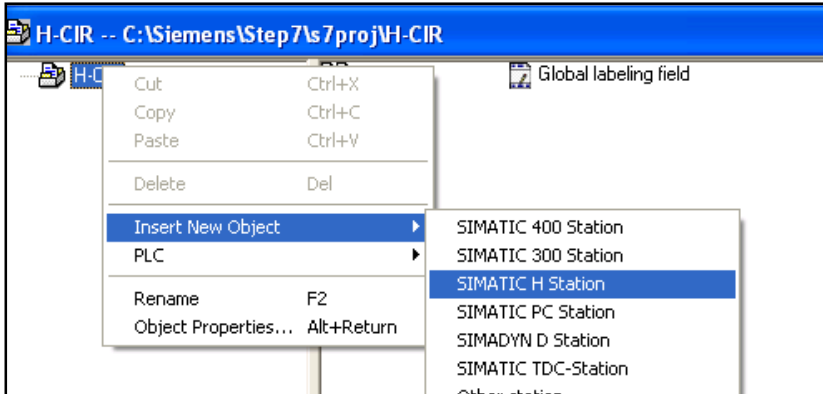

图 4-2 建立 H 站
(1).建立一个名为 H-CIR 的项目。创建 CPU417-4H 的站,如图 4-2 所示: